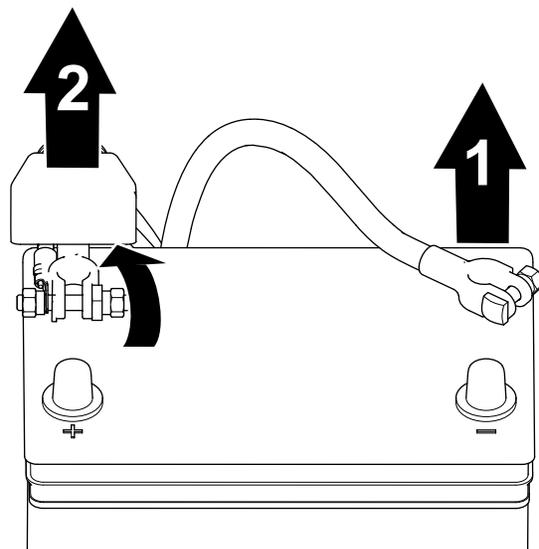

Figura 34
1. Retire o cabo negativo da bateria do polo (Figura 34).
2. Levante o isolamento e retire o cabo positivo da bateria do polo (Figura 34).